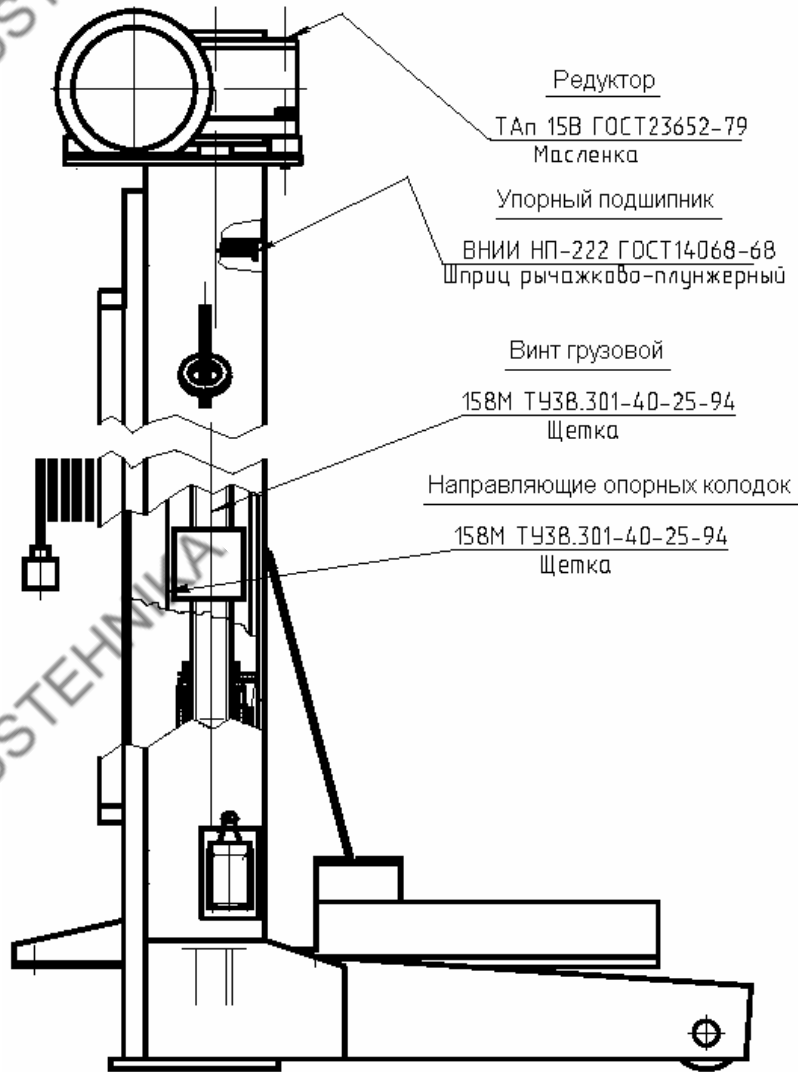

Рис. 8. Карта смазки подъемника ПП-5.
- произвести смазку стоек подъемника в соответствии с картой смазки (см. Рис. 8).